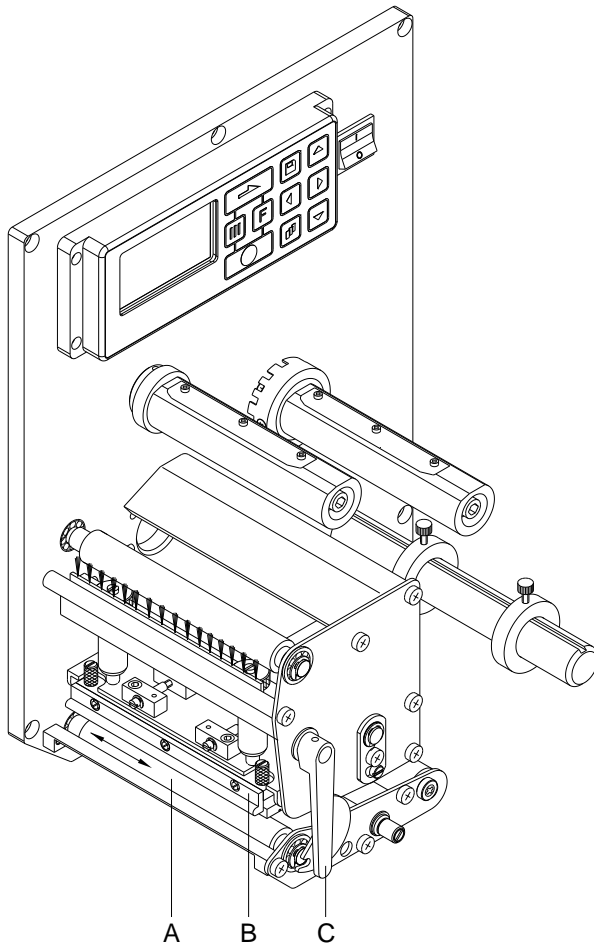

Figure 15
2. Tourner le levier rouge (B, in Figure 15) en sens inverse des aiguilles d'une montre pour déverrouiller la tête d'impression.